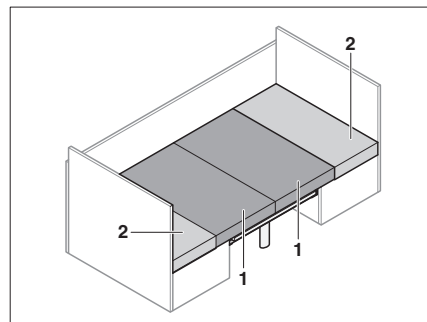

Fig. 63 Dopo la trasformazione
- Tirare i cuscini del divano (Fig. 63,1) verso il centro.
- Posizionare i cuscini dello schienale (Fig. 63,2) tra i cuscini del divano e la parete.